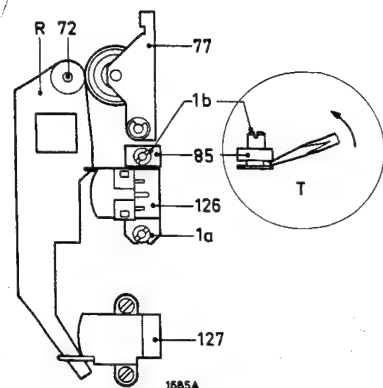

Fig. 12
Réglage de la tête enregistrement/reproduction 126 (voir fig. 12)
- Placer le gabarit R (4822 402 60245) sur le cabestan 72 (voir fig. 12).
- Le réglage à la verticale de la tête enr./repr. se fait par l'écrou 1b et la position à l'horizontale s'obtient en pliant le bloc 85 (voir fig. 12 - T).